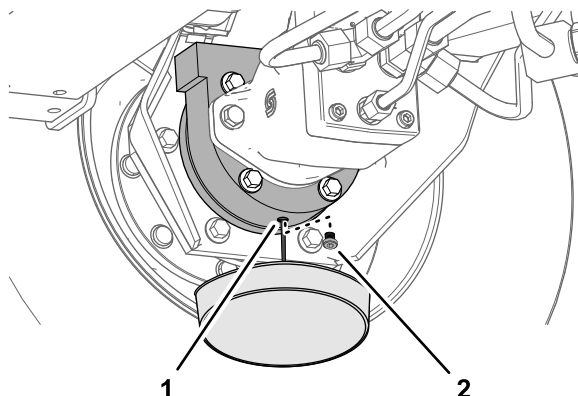

Figure 69
6. Placez un bac de vidange sous le carter de frein et enlevez le bouchon de vidange pour permettre la vidange complète de l'huile (Figure 69).